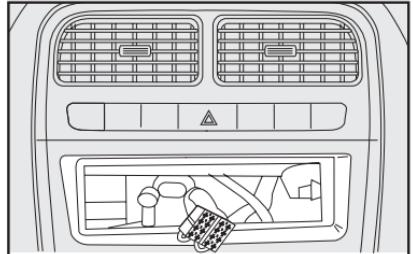

fig. 114
- Cable para la alimentación de la radio **fig. 114**.